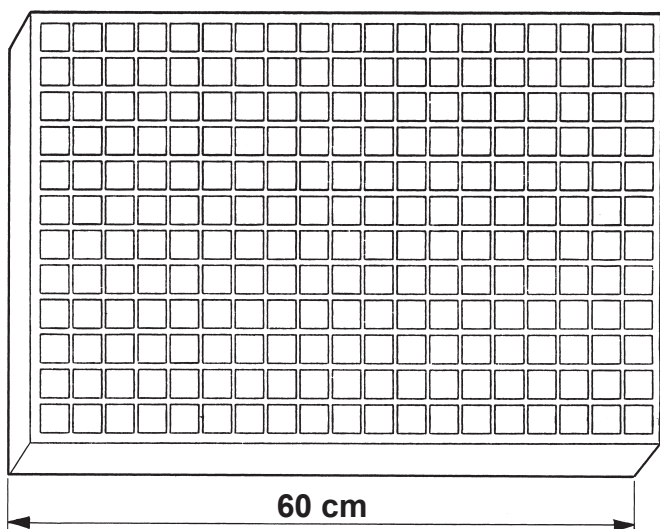

Fig. 1
- Misurare il lato più lungo del pannello (esempio 60 cm) (**Fig. 1**).
- Measure the longer side of the panel (e.g. 60 cm) (**Fig. 1**).
- Mesurer le côté le plus long du panneau (exemple 60 cm) (**Fig. 1**).